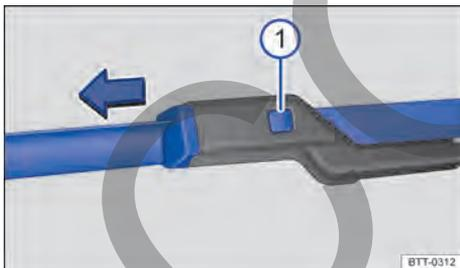

Fig. 134 Sustituir las escobillas de los limpiaparabrisas.
- Mantenga la tecla de desbloqueo → fig. 134 ① pulsada y, al mismo tiempo, retire la escobilla de los limpiaparabrisas en el sentido de la flecha.